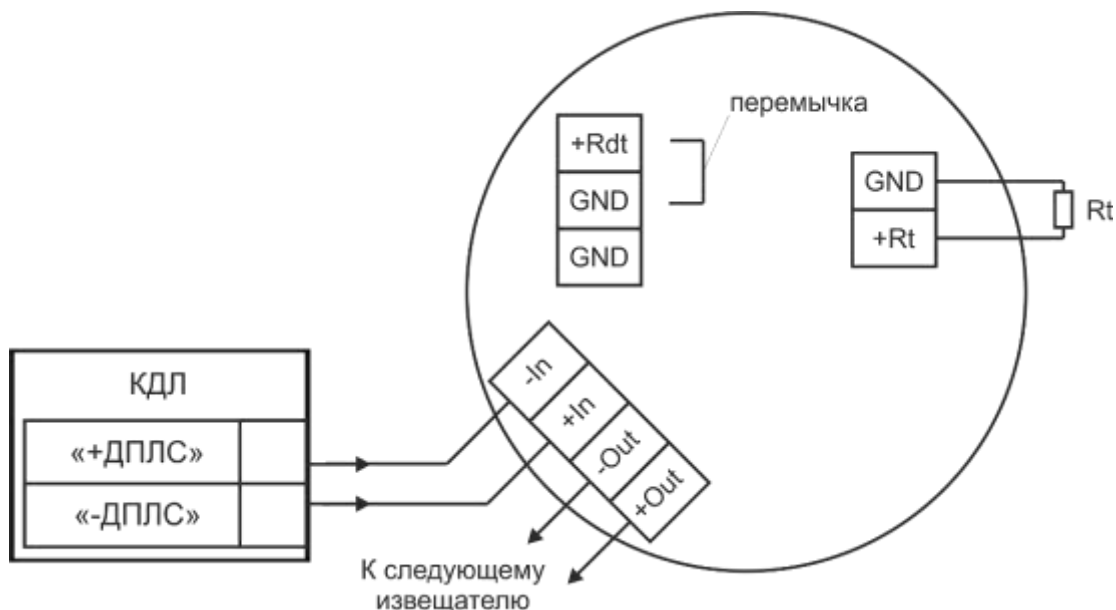

Рисунок 3 – Типовая схема включения извещателя в двухпроводную линию связи КДЛ
2.2.1 Выбор температурного класса извещателя производится установкой резистора  $R_t$  в клеммы GND и + $R_t$  (см. таблицу 2, рисунок 3).
2.2.2 Установка дифференциального режима (R) осуществляется перемычкой (джампером) между контактами + $R_{dt}$  и GND (см. таблицу 3, рисунок 3).
- резистора  $R_t$  в клеммы GND и + $R_t$  (см. таблицу 2, рисунок 3);
- перемычки на контакты + $R_{dt}$  и GND (см. таблицу 3, рисунок 3).
- осуществить монтаж соединительного кабеля в кабельном вводе и соединить проводники в соответствии со схемой подключения (см. рисунок 3).